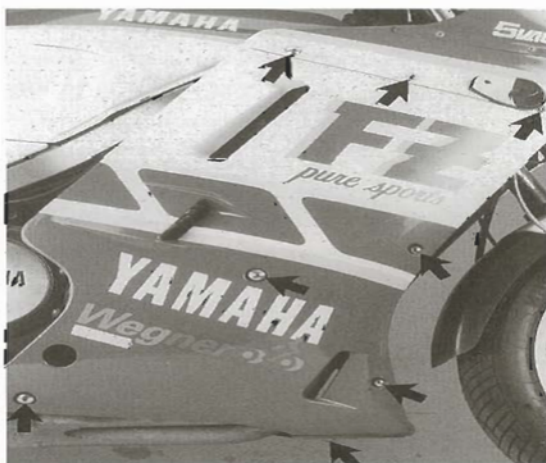

Bild 9
- Bugverkleidung (nur neuere Ausführungen) nach Ausdrehen der Schrauben Bild 9 abnehmen.
- Verkleidungsteile (Bild 9) links und rechts ausbauen.